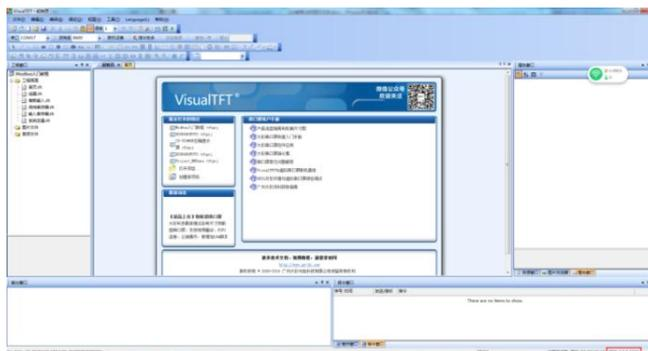

图 2-2 软件版本
- (2) 打开 VisualTFT，在软件右下角可以查看软件版本图 2-2 所示，最新版本可登录 <http://www.gz-dc.com> 下载。